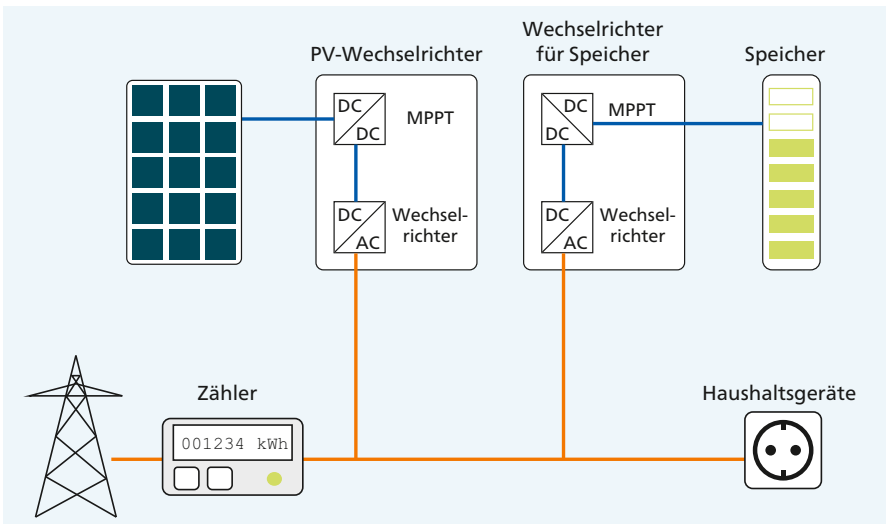

Abbildung 3.3 Schematischer Schaltplan für einen AC-Speicher
- **AC-Speicher:** Die Integration des Speichers in den Wechselstromkreis erfordert, dass der Stromspeicher einen eigenen Wechselrichter benötigt (siehe Abbildung 3.3). Effizienztechnisch ist das ein (kleiner) Nachteil, weil der Gleichstrom der PV-Module zuerst über den Wechselrichter der PV-Anlage in Wechselstrom umgewandelt und dann neuerlich zu Gleichstrom gemacht werden muss. Bei manchen Modellen sind der Wechselrichter und der Speicher in ein einziges Gerät integriert.